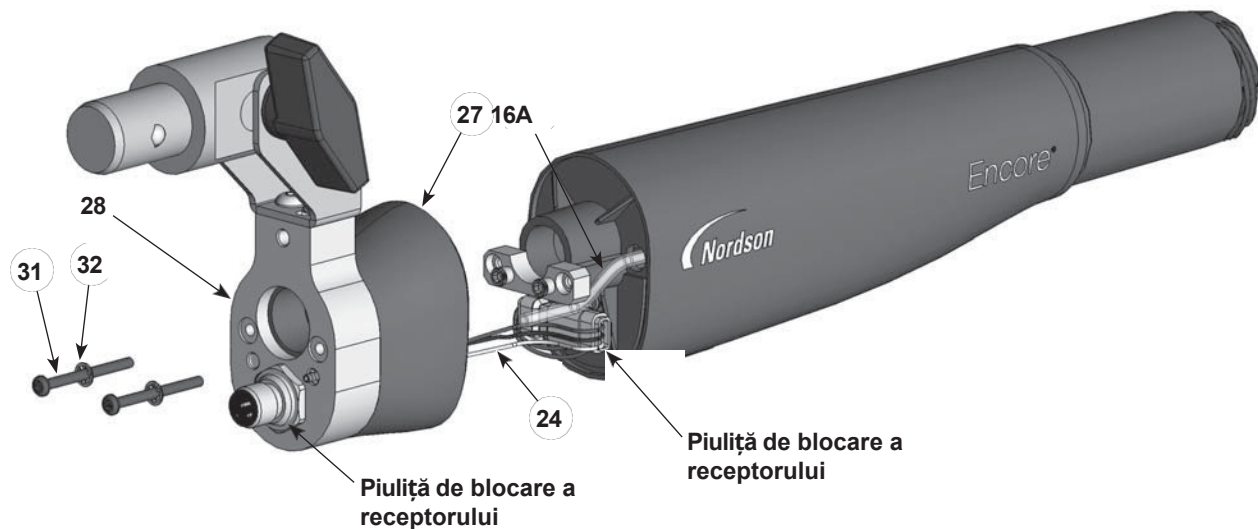

Figura 16 Pistolul Demontare - Înlocuirea tubului de pulbere
3. Consultați figura 16. Deșurubați și îndepărtați cele două șuruburi cu cap Philips (31) și șaibele de blocare cu dinți interni (32) de pe capacul terminal (28).
- c. A se vedea figura 16. Deșurubați piulița de blocare a receptorului, apoi scoateți receptorul și cablajul din capacul terminal.
17. A se vedea figura 16. Instalați capacul de capăt și ansamblul corpului pistolului din spate pe corpul pistolului, având grijă să nu ciupiți cablurile cablajului.